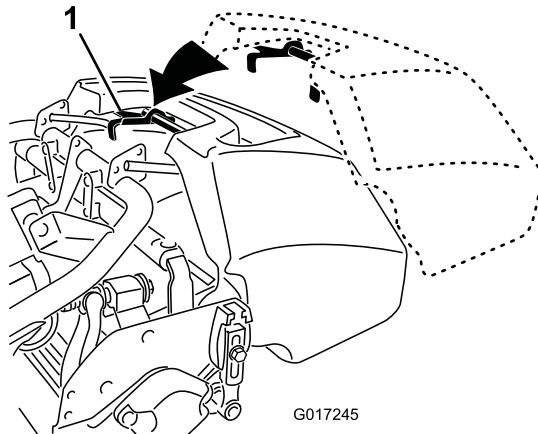

Figure 21
1. Saisissez le bac par la poignée (Figure 21).
2. Guidez le bord du bac entre les plaques du plateau de coupe et par dessus le rouleau avant (Figure 21).
3. Placez les crochets du bac par dessus la boucle du cadre (Figure 21).